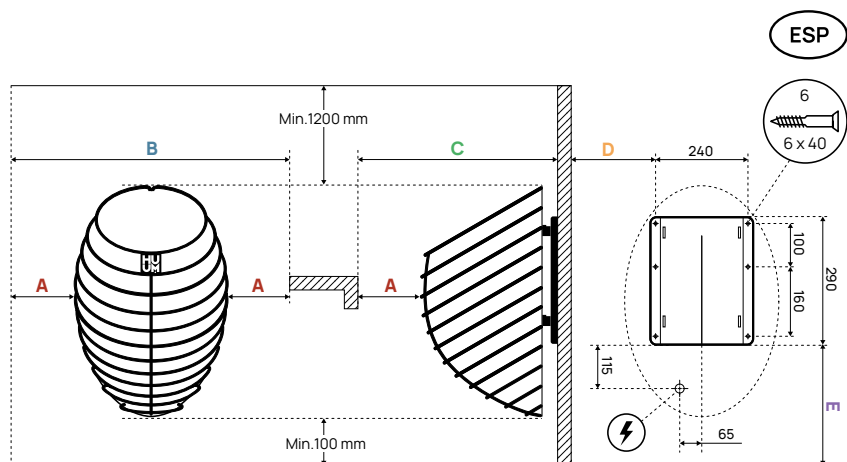

Figura 1. Posicionamiento del calentador.
- La abertura para el cable de alimentación se encuentra en la parte posterior del calentador. La posición exacta del cable en la pared se mide en relación con la placa de instalación de estufa y se indica en la **Figura 1**.